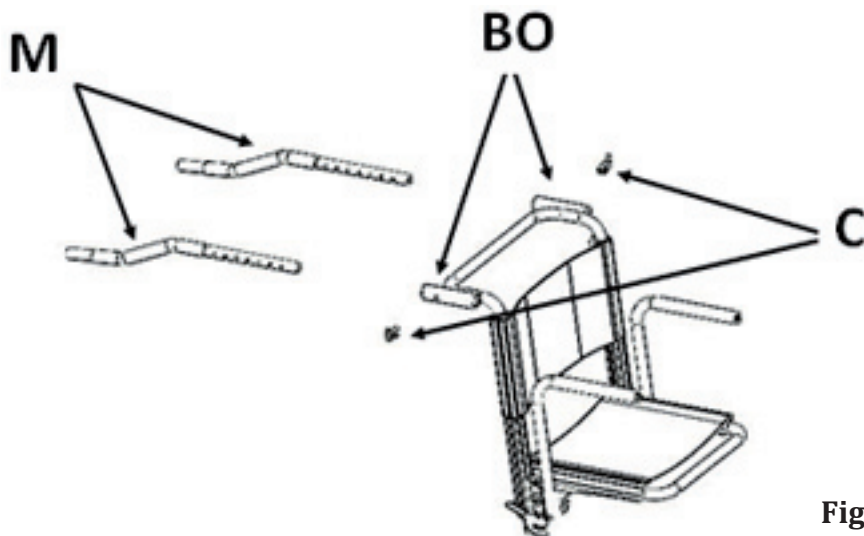

Fig.7
Inserire i maniglioni (M) nelle boccole orizzontali (BO) e, dopo averne scelto la regolazione desiderata, fissarli con le clip (C) come mostrato in Fig.7